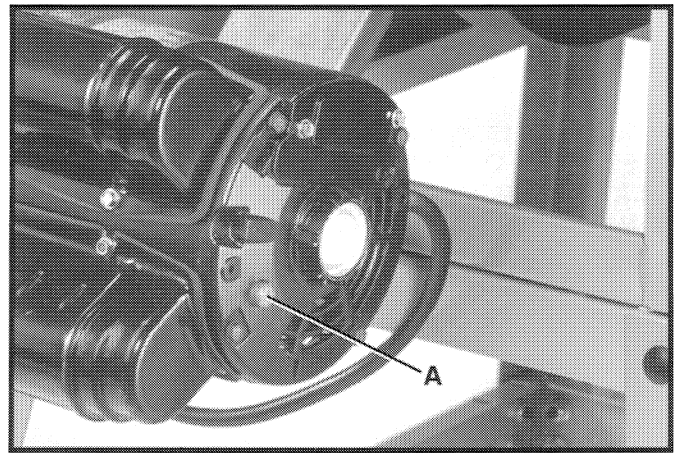

Fig. 64
El motor recomendado para el uso con su sierra está equipado con un botón de relevo para reenganche de sobrecargas (A) Fig. 64. Si el motor se apaga o no arranca debido a una sobrecarga (corte excesivamente rápido del material, uso de una hoja roma, uso de la sierra más allá de sus capacidades, etc.) o voltajes bajos, vire el interruptor a la posición de APAGADO, permita que se enfríe el motor de tres a cinco minutos, y oprima el botón de reenganche (A), que reenganchará el dispositivo de sobrecarga. El motor puede ser encendido entonces como de costumbre.